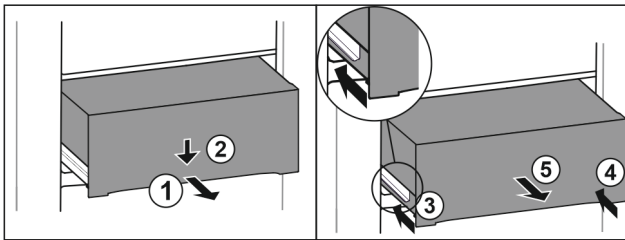

Fig. 95
- ▶ Schubfach halb herausziehen. Fig. 95 (1)
- ▶ Schubfach an der Vorderseite nach unten drücken. Fig. 95 (2)
- ▶ Linke Schiene etwa 2 cm einschieben. Fig. 95 (3)
- ▶ Rechte Schiene etwa 2 cm einschieben. Fig. 95 (4)
- ▶ Schubfach nach vorne entnehmen. Fig. 95 (5)